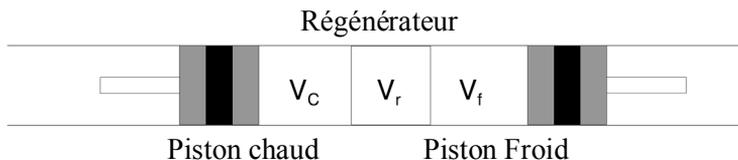

Figure 3 : Différents volumes pris en compte
- c) A partir d'un bilan de matière, exprimer la pression  $p$  en fonction de  $n$ ,  $R$ , des températures  $T_r$ ,  $T_c$ ,  $T_f$  et des volumes  $V_r$ ,  $V_c$  et  $V_f$ , volumes associés au régénérateur, au piston chaud et au piston froid (voir figure 3). On considérera la pression identique dans le régénérateur et les deux chambres.